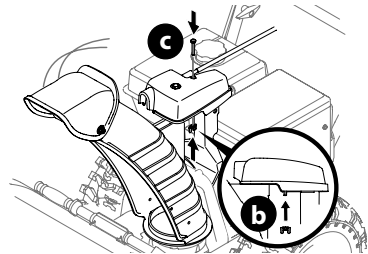

Figura 32
4. Termine de sujetar el cabezal de control del canal colocando el tornillo hexagonal (c) y la tuerca de mariposa (b) que extrajo en el Paso 1 (Figura 32).